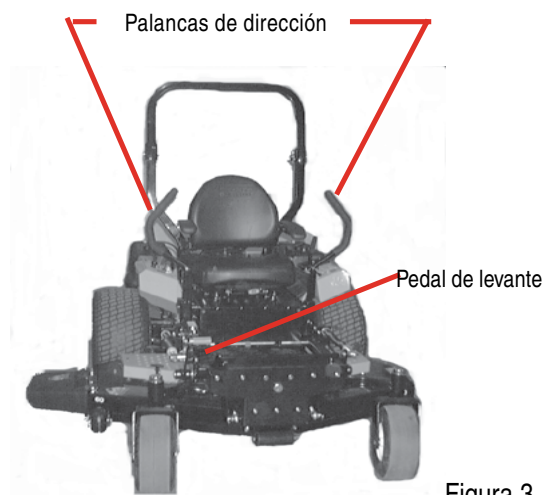

Figura 3
3. **Palancas de dirección derecha e izquierda:** (Vea Figura 3.) Estas palancas articuladas se abren hacia los lados en cualquier posición para permitir que el operador se siente o deje el asiento del cortacésped. El operador, cuando está sentado, puede alzar las palancas hacia arriba en la posición de operación, a una distancia confortable de antebrazo. Estas palancas controlan todos los movimientos del cortacésped. Empujando ambas palancas hacia delante hará con que el cortacésped se mueva hacia adelante. Jalando ambas palancas hacia atrás hará con que el cortacésped retroceda. Empujando una de las palancas delante de la otra hará con que la tracción de la rueda de dicho lado gire más rápido que la otra tracción de la rueda, haciendo que el cortacésped de vuelta hacia el lado en que la palanca está atrás de la otra. Cuando una palanca es empujada hacia delante y la otra palanca es jalada hacia atrás en la misma proporción, la tracción de una rueda girará al revés y el cortacésped girará dentro de su propio largo.
- 5. Freno de estacionamiento:** (Vea la Figura 3.) Situado en el lado izquierdo de la unidad de tracción. La palanca es de tipo sobre-centro y es la que activa el freno tipo tambor en cada rueda motriz cuando la palanca es jalada hacia atrás. El freno debe estar accionado para poder poner el motor en funcionamiento.
- 6. Pedal de levante:** (Vea Figura 3.) Situada en la esquina derecha delantera de la plataforma del cortacésped. Se proporciona un mecanismo de dos pedales, donde un pedal (primero) es usado para levantar, sostener el implemento momentáneamente a la altura deseada (si fuera necesario) y para ajustarlo en la posición de transporte o máxima altura. Se utiliza un segundo pedal para desacoplar el mecanismo del ajuste de transporte o máxima altura, para bajar o momentáneamente sostener el implemento a una altura deseada. Los pedales pueden también ser usados en conjunto cuando la parte superior del pie activa el primer pedal para alzar el implemento, y la porción inferior del pie (taco) activa el segundo pedal para liberar el acoplamiento. Esto proporciona una operación manos libres con la excepción de cuando se requiere cambiar la altura del implemento. Para el cambio de la altura del implemento, se requiere por lo menos de una mano para reajustar los pernos que proporcionan los incrementos de altura de corte de 1/4".